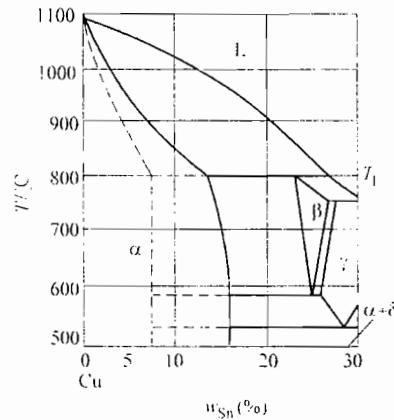

图 19-3 第二题第 7 小题图
- (1) 写出三相平衡和四相平衡反应式；
(2) 标出成分为 5% Pb、65% Bi 与 30% Sn 合金所在位置，写出该合金凝固结晶过程，画出并说明其在室温下的组织示意图。
7. (20 分) Cu-Sn 合金相图局部如图 19-3 所示。